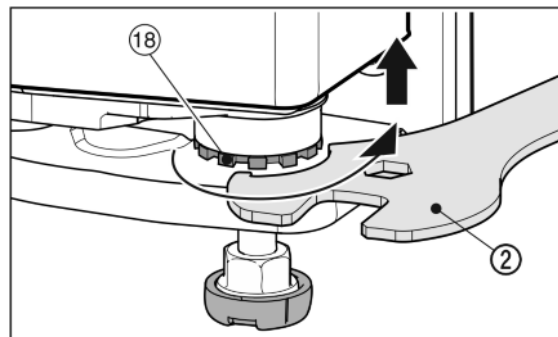

Fig. 18
- ▶ Zum Anheben der Tür den Lagerbolzen Fig. 18 (18) mit dem beiliegenden Gabelschlüssel Fig. 18 (2) rechtsherum herausdrehen. Im Auslieferungszustand ist der Lagerbolzen ganz eingedreht.